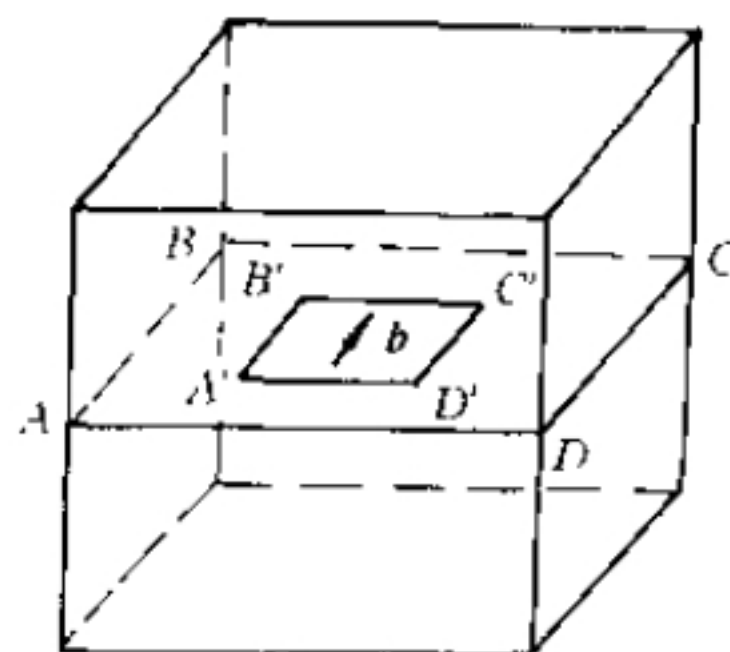

图 1-19 滑移面上的正方形位错环
1.3.16 设图 1-19 所示的立方晶体的滑移面  $ABCD$  平行于晶体的上、下底面。该滑移面上有一正方形位错环, 如果位错环的各段分别与滑移面各边平行, 其柏氏矢量  $\mathbf{b} \parallel AB$ 。